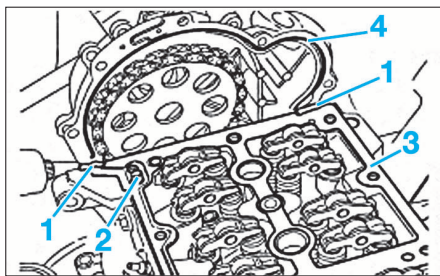

FIG. 28
- Appliquer du mastic au silicone sous le joint du carter d'arbre à cames au niveau du carter de distribution sur les zone (1) (Fig.28).
- Positionner les centreurs (2) du carter d'arbre à cames.
- Mettre le joint (3) du carter d'arbre à cames.
- Appliquer du mastic au silicone sur le joint du carter d'arbre à cames au niveau du carter de distribution sur les zones (1).
- Appliquer du mastic au silicone sur le carter de distribution sur la zone (4).